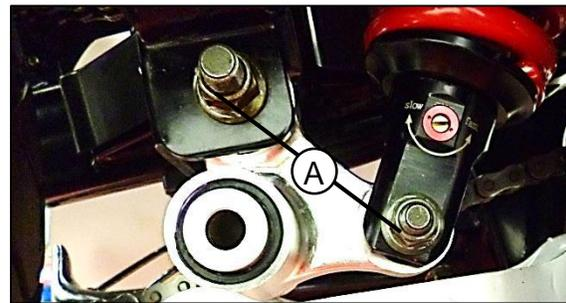

Fig. 05
Retire los dos tornillos pasadores (A) ubicados en base tijera y suspensión **Fig. 05**